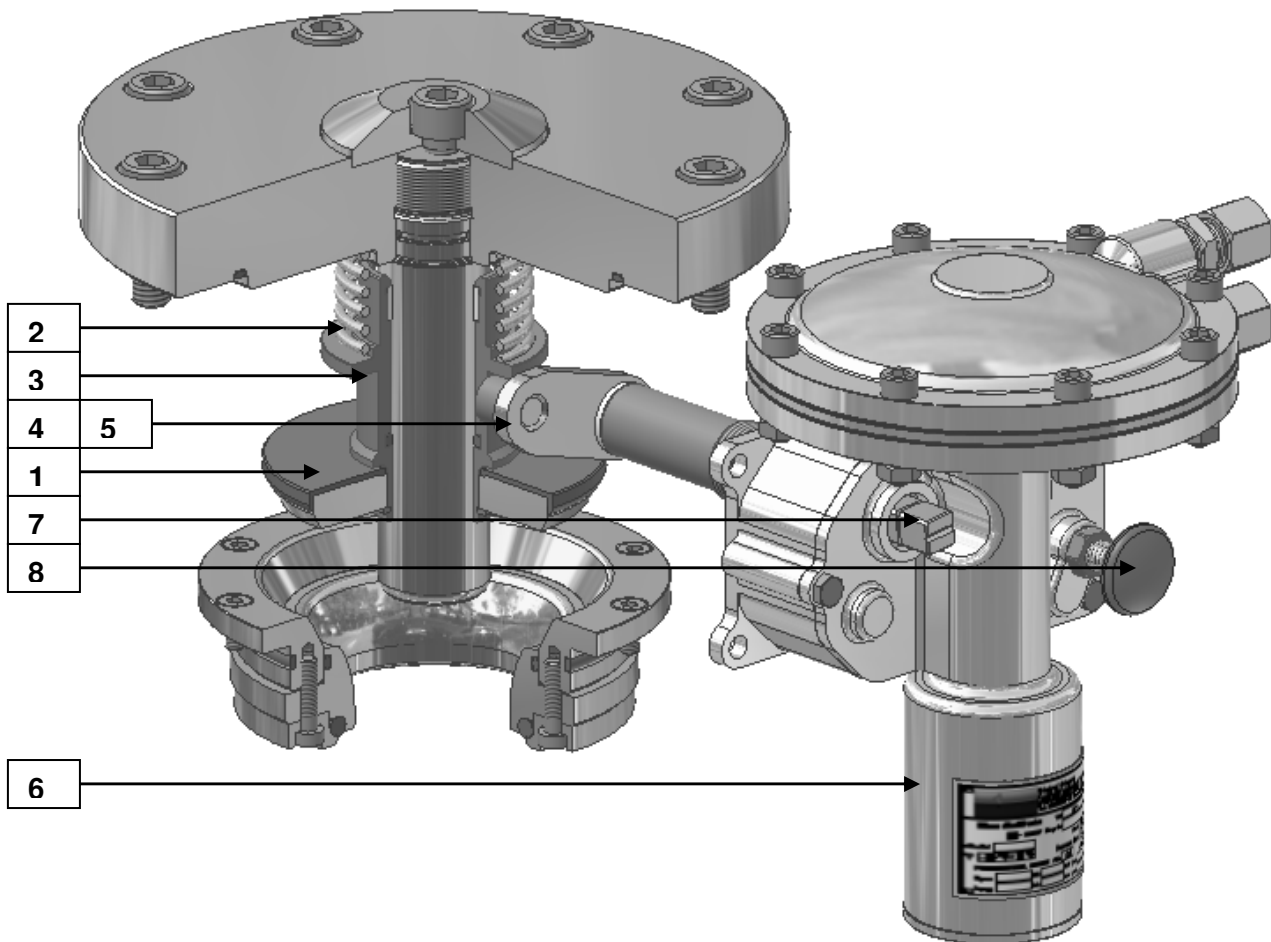

Abbildung 4.
Die Abbildung 4. zeigt - aufgrund der axiometrischen Darstellung - die zuvor beschriebene Funktionsweise noch deutlicher:
Zum Wieder-Öffnen und Einrasten des SSV-Tellers (des Zapfens mit der Welle) dient der Arm (7). In der Abbildung 4 sieht man die Position des SSV bzw. des Armes geöffnet.